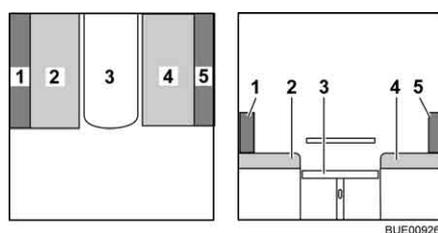

Fig. 96 Pendant la transformation
- Enlever le coussin de dossier (Fig. 96,5) et le placer de côté.
- Tirer le coussin d'assise (Fig. 96,2) vers le centre.